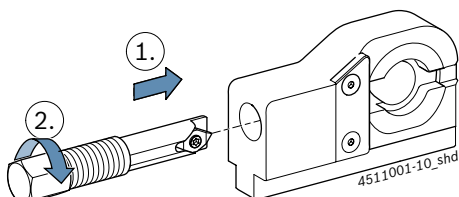

Fig. 11: Pöördsindli kinnitamine
4. Lükake pöördsindel Fig. 11 kujutatud viisil demonteerimistöriista ja keerake keermesse.